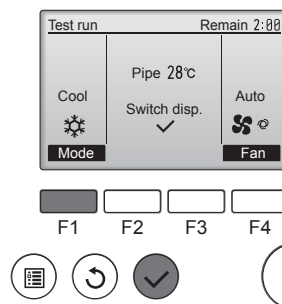

Fig. 6-5
- ① Кнопкой [F1] выберите режим работы "Cool" (Охлаждение) или "Heat" (Нагревание). (Fig. 6-5)